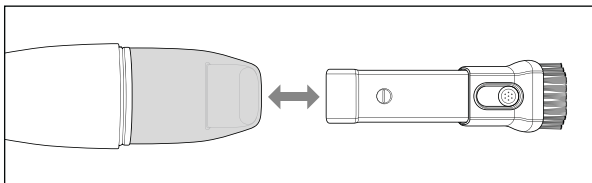

Fig. 2
- ◆ Sæt 2-i-1 sugemundstykket **12** ind i produktets sugeåbning **2**. Vær opmærksom på, at knappen til justering af børstemundstykket skal vende opad (se fig. 2).
- ◆ For at tage 2-i-1 sugemundstykket **12** af skal du tage det ud af sugeåbningen **2** (se fig. 2).